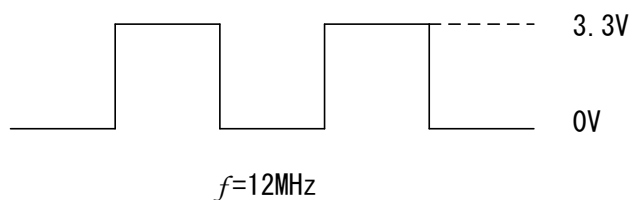

図 4 実験回路に入力する信号
- ② ファンクションジェネレータから実験回路に入力する信号は図 4 に示したとおり。
- ③ TP2、TP3、TP4 の波形をオシロスコープで計測する（オシロスコープで計測した波形は USB メモリに保存すること）。